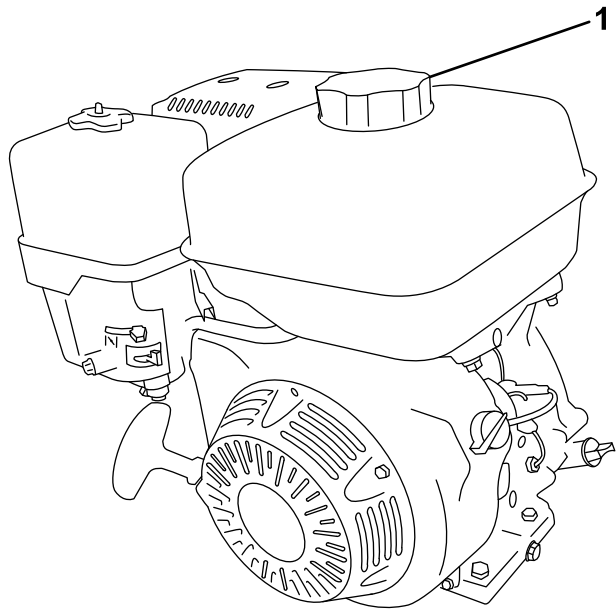

Figura 15
2. Limpie alrededor del tapón de combustible y retire el tapón (Figura 15).
4. Coloque el tapón del depósito de combustible firmemente (Figura 15).